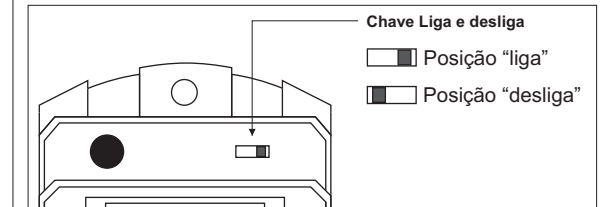

Figura 4
- Alimente a unidade RX obedecendo a polaridade e ligue a unidade TX através da chave liga e desliga (Figura 4);